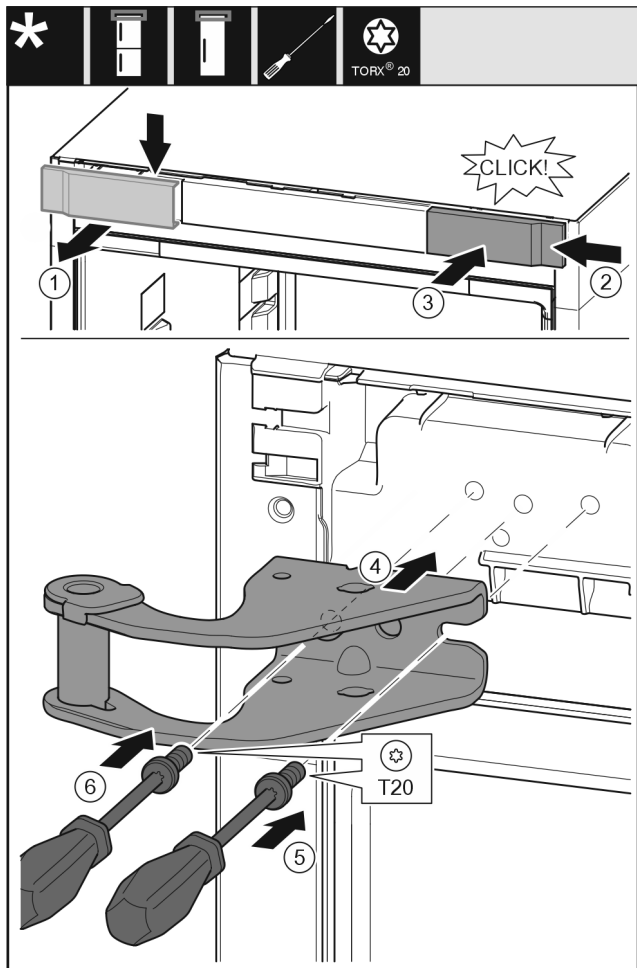

Fig. 16
- ▶ Rimuovere la copertura dall'alto in avanti. Fig. 16 (1)
- ▶ Ruotare la copertura di 180° e agganciarla sull'altro lato da destra. Fig. 16 (2)
- ▶ Innestare la copertura. Fig. 16 (3)
- ▶ Applicare il blocco di supporto superiore. Fig. 16 (4)
- ▶ Applicare le viti con il cacciavite T20 e serrare. Fig. 16 (5)
- ▶ Applicare le viti con il cacciavite T20 e serrare. Fig. 16 (6)